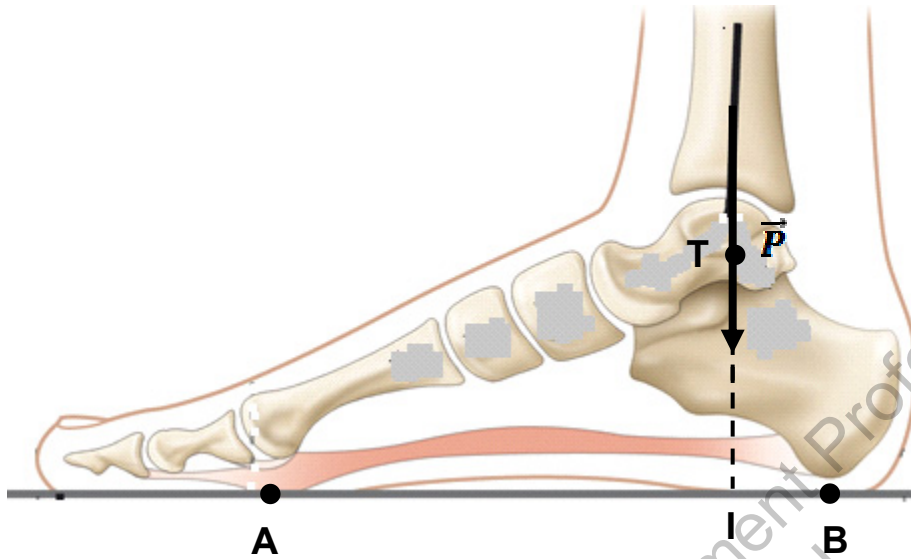

Figure 2
III- Modèle de l'arche longitudinale médiale du pied (figure 2, ANNEXE 2 page 8/8)
*Le support du poids \vec{P} de la personne est représenté sur la **figure 2** et son intensité est : $P = 600 \text{ N}$. On appelle I l'intersection de ce support avec le sol.*
1- Montrer par le calcul en vous aidant de la **figure 2** que les intensités des forces \vec{P} , \vec{R}_A et \vec{R}_B exercées par le sol sur le pied respectivement en A et B sont environ :
On indiquera sur la **figure 2 qui est à l'échelle**, les longueurs nécessaires aux calculs.